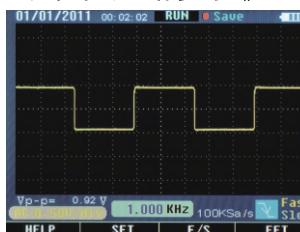

图 2-10-1
- 开机后, 在界面的左上角显示当时的日期与时间, 其格式为: 月-日-年 时-分-秒(图 2-10-1)